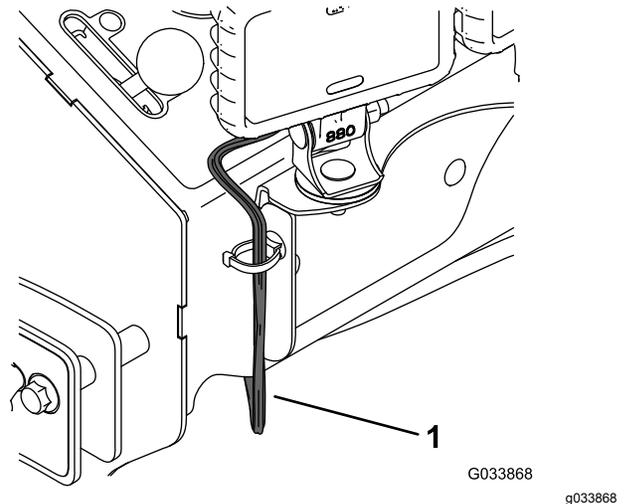
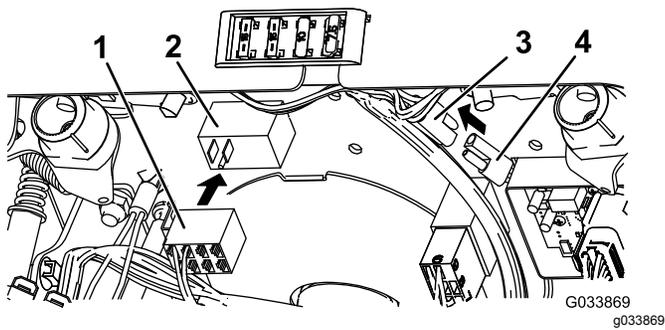

Figure 4
Figure 5
1. Acheminez le faisceau de câblage sous l'avant du panneau de commande et branchez les connecteurs à l'interrupteur d'éclairage et au faisceau de câblage de la machine (Figure 4 et Figure 5).